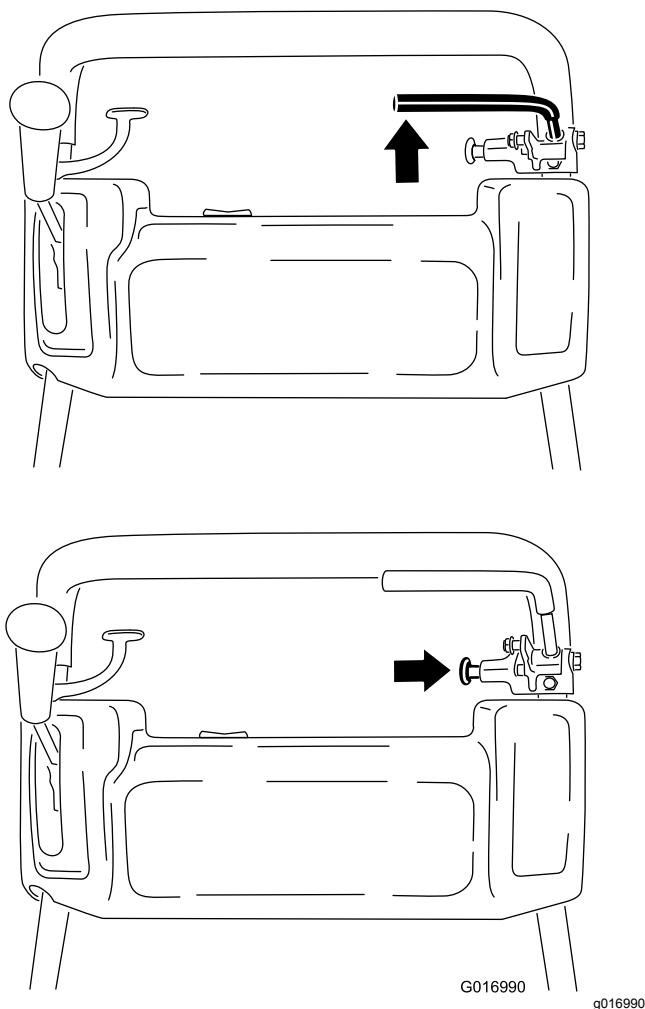

Figura 32
1. Inserite il freno di servizio, premete la manopola del freno di stazionamento consentendo al freno di servizio di poggiare sul perno del freno di stazionamento (Figura 32).